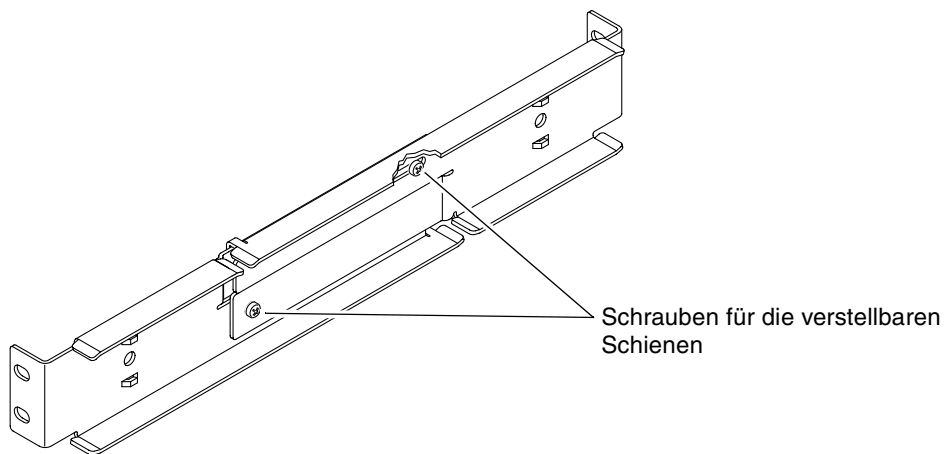

ABBILDUNG 3-15 Lösen der Schrauben an den verstellbaren Schienen
2. Lösen Sie die beiden Schrauben in der Mitte der verstellbaren Schienen, so dass Sie die Schienen ausziehen können (ABBILDUNG 3-15).
- 5. Ziehen Sie die beiden Schrauben in der Mitte der verstellbaren Schienen an (ABBILDUNG 3-15).**